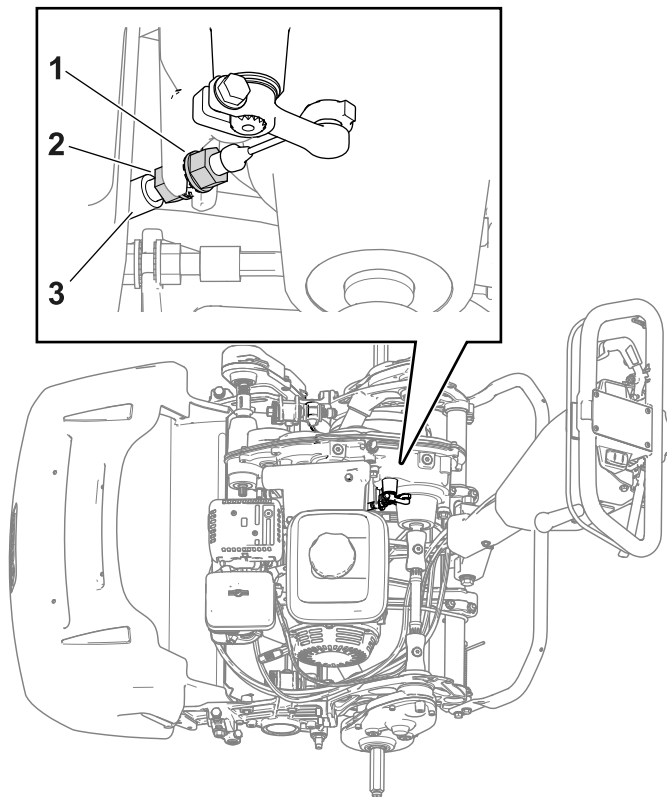

Figura 37
- Para aumentar la tensión del cable, afloje la contratuerca delantera del cable y apriete la contratuerca trasera (Figura 37). Repita el paso 2 y ajuste la tensión si es necesario.
- Para reducir la tensión del cable, afloje la contratuerca trasera y apriete la contratuerca delantera del cable (Figura 37). Repita el paso 2 y ajuste la tensión si es necesario.